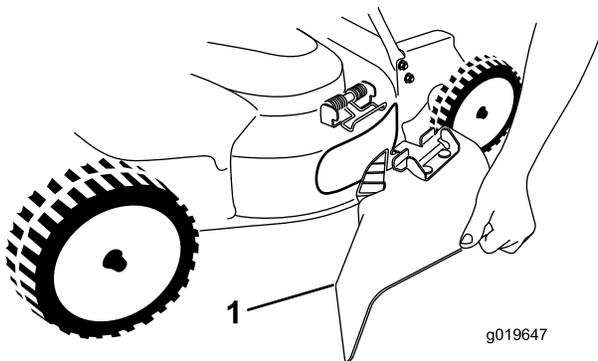

Figura 25
5. Instale a calha de descarga lateral (Figura 25) empurrando a mola para cima, colocando a calha sobre a abertura e descendo a mola sobre as patilhas na parte superior da calha de descarga.